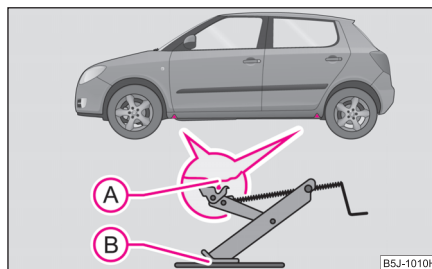

Abb. 163 Radwechsel:
- Wählen Sie zum Ansetzen des Wagenhebers den Aufnahmepunkt-Unterholm, der dem defekten Rad am nächsten liegt ⇒ Abb. 163.
- Setzen Sie den Wagenheber so an, dass die Klaue den senkrechten Steg des Unterholms (A) umfasst und die untere Abstützfläche des Wagenhebers (B) sich mit ihrer ganzen Fläche auf dem festen Untergrund befindet.